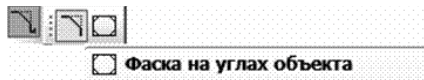
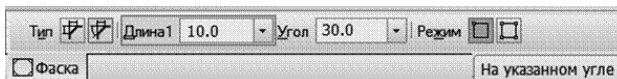

Рис. 48
Рис. 49
2. На левом верхнем углу прямоугольника построить фаску, заданную длиной (10 мм) и углом (30°). После обращения к команде *Фаска на углах объекта* (рис. 48) задаются размеры длины и угла в *Панели свойств* (рис. 49).